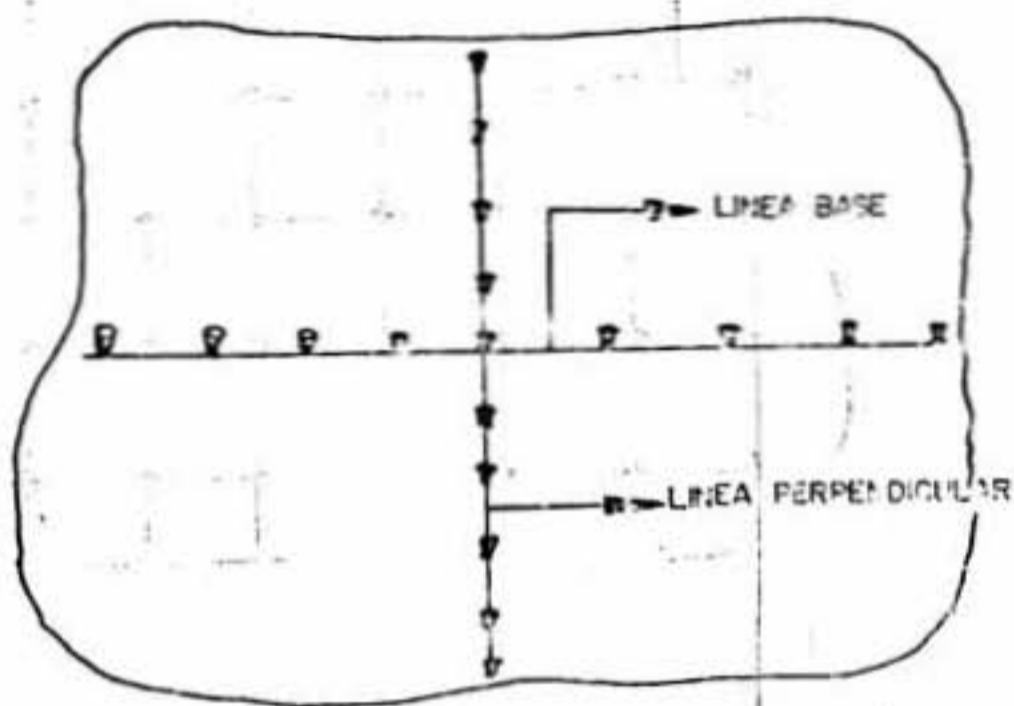

Fig.4
- c Señale con estacas sobre la línea base y la línea perpendicular, distancias iguales a la distancia de siembra, (Fig.4).